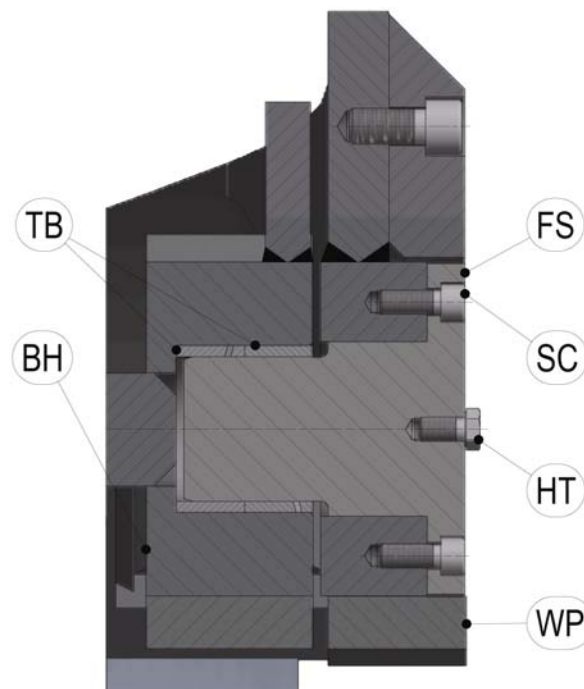

Figure 9 Remplacement de la bague de palier
1. Dévissez et retirez les vis à six pans creux (SC, voir Figure 9) de l'arbre de bride (FS).
2. Dévissez et retirez la vis à tête hexagonal (HT) de l'arbre de bride (FS).
3. Insérez légèrement une tige filetée ou un boulon long dans le trou fileté de l'arbre de bride (FS).
4. Retirez soigneusement l'arbre de bride (FS).
5. Vérifiez l'état de l'arbre de bride (FS). Remplacez si nécessaire.
6. Retirez les deux bagues de serrage (TB) du palier (BH).
7. Insérez les nouvelles bagues de serrage (TB) dans le palier (BH).